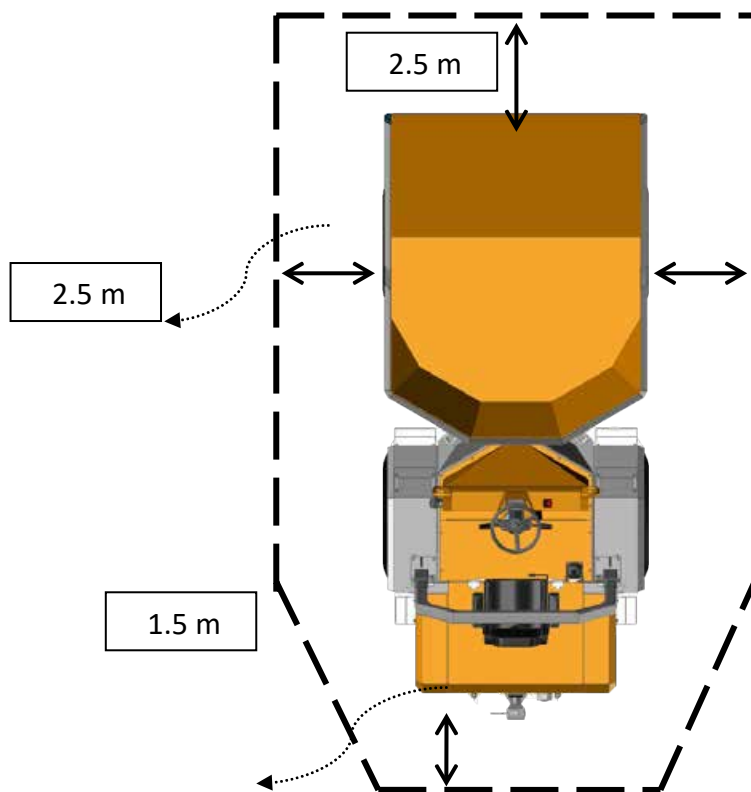

Abbildung 24. Gefahrenbereich
- Halten Sie das Fahrzeug sofort an, wenn jemand den Gefahrenbereich betritt (Abbildung 24)